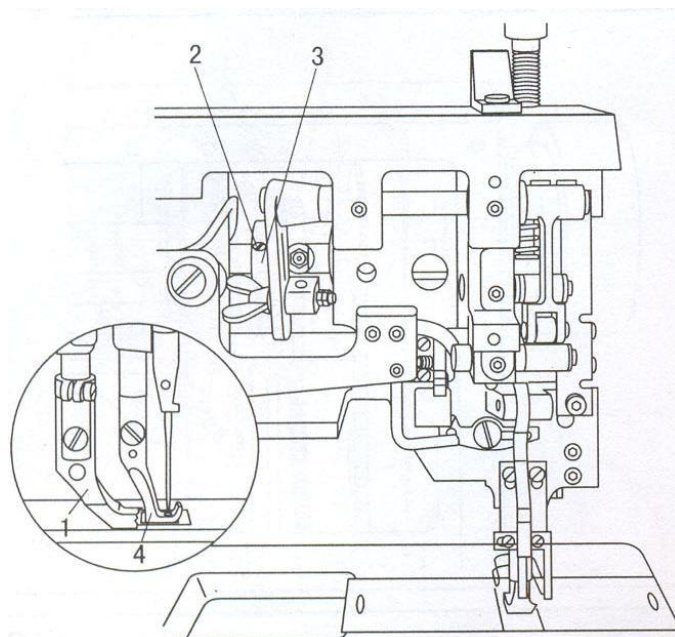

Рис. 20
20. Регулировка верхнего двигателя ткани (Рис. 20)